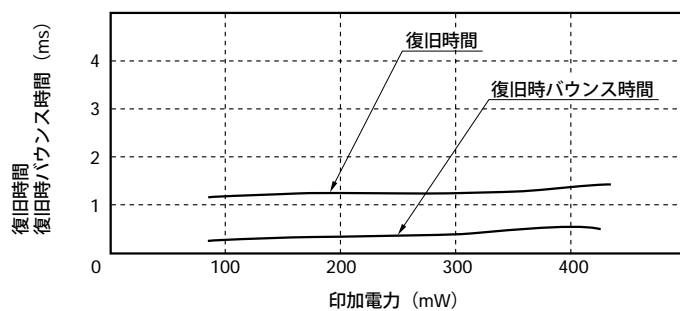

図3.5 駆動電力と時間特性
リレーを駆動する印加電力に対する、動作時間およびバウンス時間を図3.5 (1) に示します。同じく印加電力に対する、復旧時間およびバウンス時間を図3.5 (2) に、コイルにサージ吸収用のダイオードを接続しない時の復旧時間およびバウンス時間を図3.5 (3) に示します。
(1) 動作時間
(2) 復旧時間 (ダイオード接続)
(3) 復旧時間 (ダイオード接続無し)